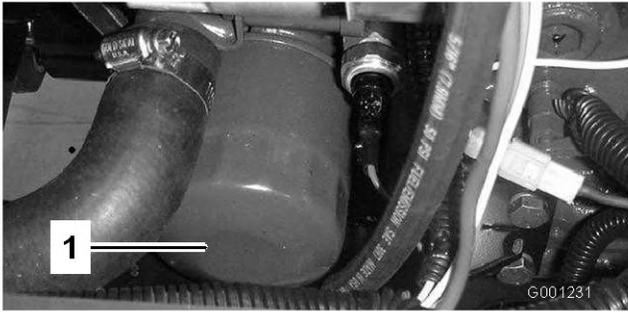

Bild 49
- Entfernen und wechseln Sie den Ölfilter aus (Bild 49).